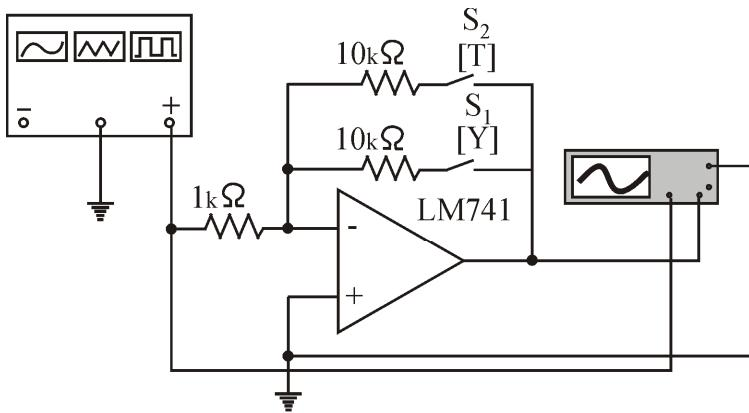

Рис.2.9. Инвертирующий усилитель
- 1.2. Ключом S_1 установите в цепи ООС сопротивление 10 кОм. Определите коэффициент усиления схемы (рис.2.9) по напряжению.